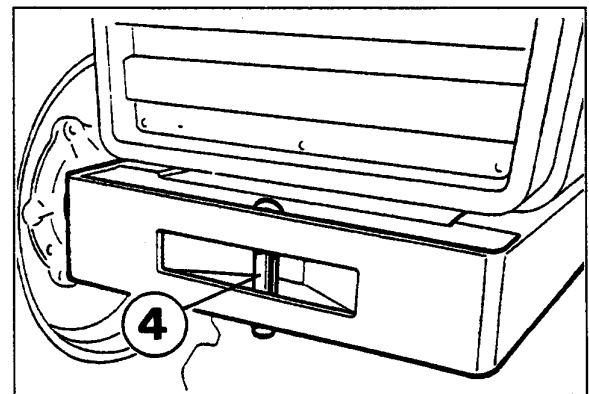

Fig. 4-33
El tractor puede ser equipado con un gancho delantero de tiro (4) (Fig. 4-33) para efectuar eventuales maniobras de emergencia del remolque o para remolcar el tractor.